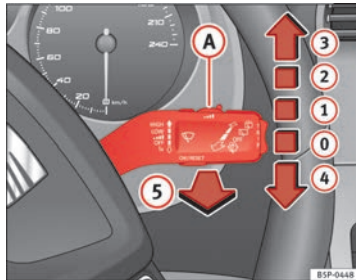

Abb. 84 Scheibenwischer- und Scheibenwaschhebel
Der Scheibenwischerhebel => Abb. 84 hat folgende Stellungen:
- Wenn bei eingeschalteter Wischerstufe **2** ⇒ Abb. 84 oder **3** das Fahrzeug anhält, wird automatisch auf die nächste Stufe heruntergeschaltet. Fährt das Fahrzeug wieder an, wird erneut auf die eingestellte Wischerstufe hochgeschaltet.